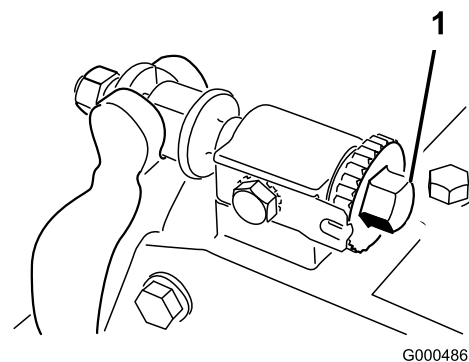

Figure 11
1. Placez le plateau de coupe sur une surface de travail plane et horizontale. Tournez les vis de réglage de la barre d'appui dans le sens antihoraire pour vérifier qu'elle ne touche pas le cylindre (Figure 11).